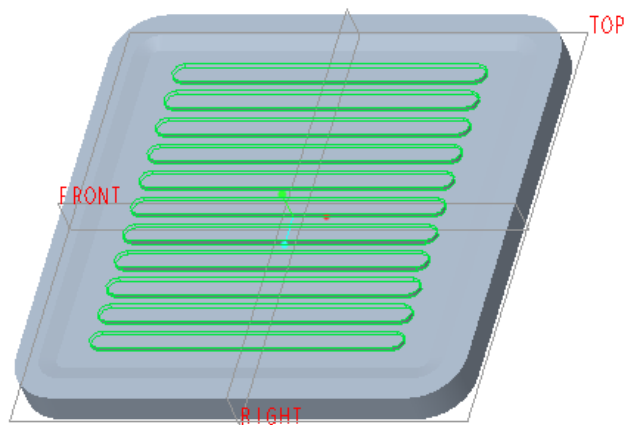

图 5-114 阵列结果
(3) 在“阵列”选项卡中单击  (完成) 按钮, 得到的阵列结果如图 5-114 所示。